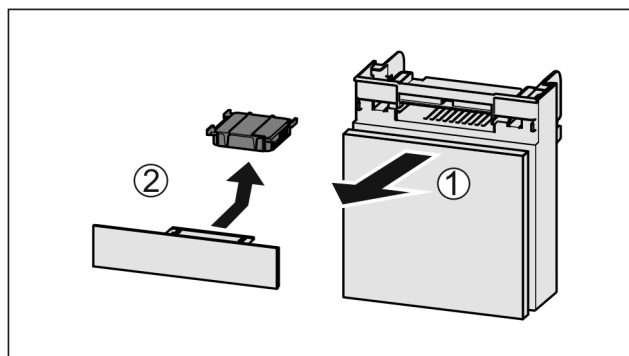

Fig. 207
- Extraire le compartiment par l'avant Fig. 207 (1).
- Sortir le filtre à charbon actif Fig. 207 (2).